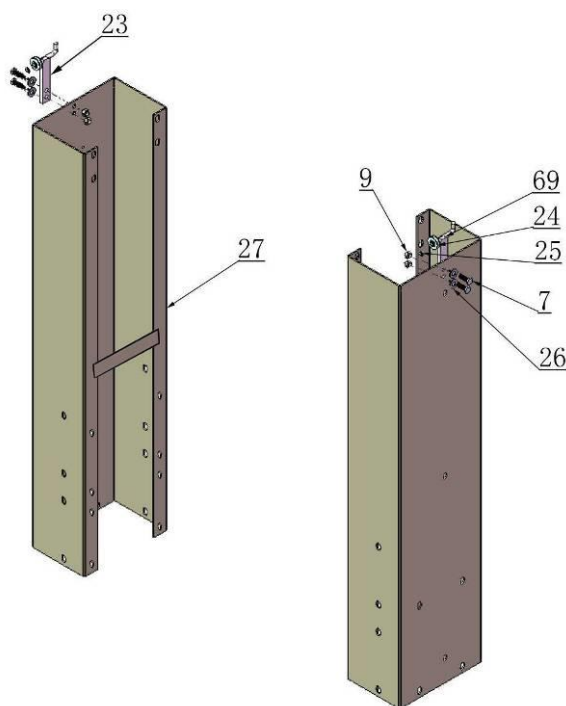

Рис. 12
**D. Смонтируйте детали дополнительных стоек (см. рис. 12).**